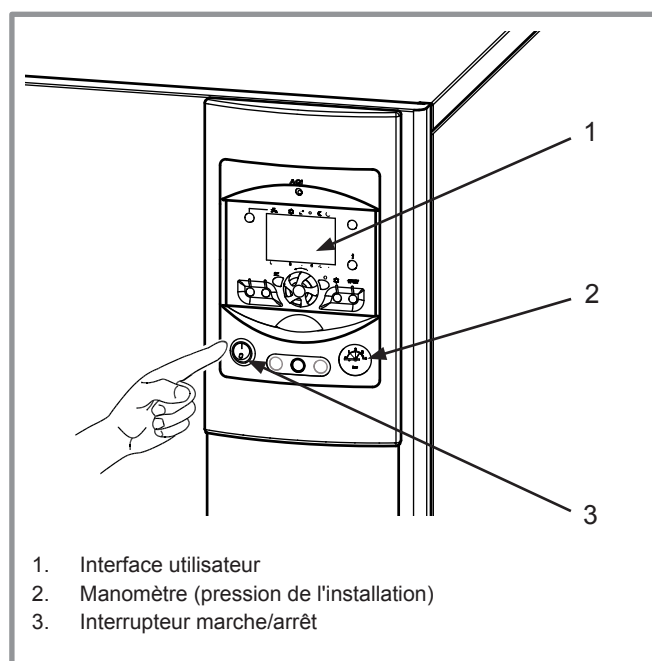

figure 5 - Mise en marche
- S'assurer que l'installation est bien remplie d'eau et correctement purgée et que la pression au manomètre (rep. 2, figure 5) est suffisante (1 à 2 bar).